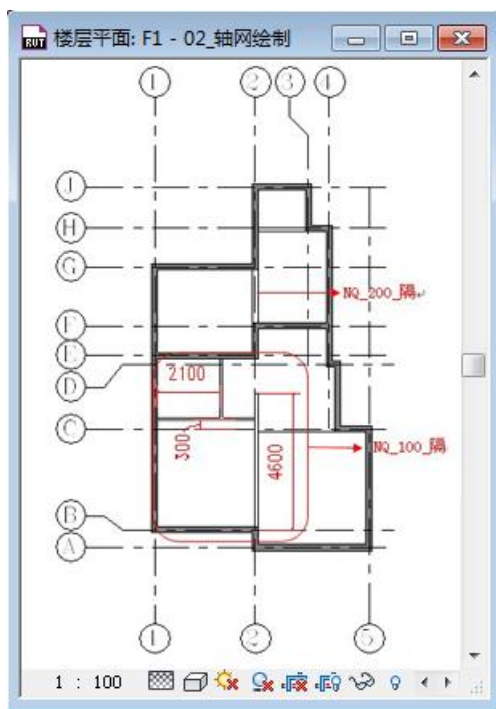

图 2-11
- 12) 沿轴网顺时针绘制（如图 2-11 所示）内墙，并保存文件，完成后的效果参见光盘中“第 2 章 方案阶段的户型设计”文件夹中提供的文件“02\_墙体绘制.rvt”。